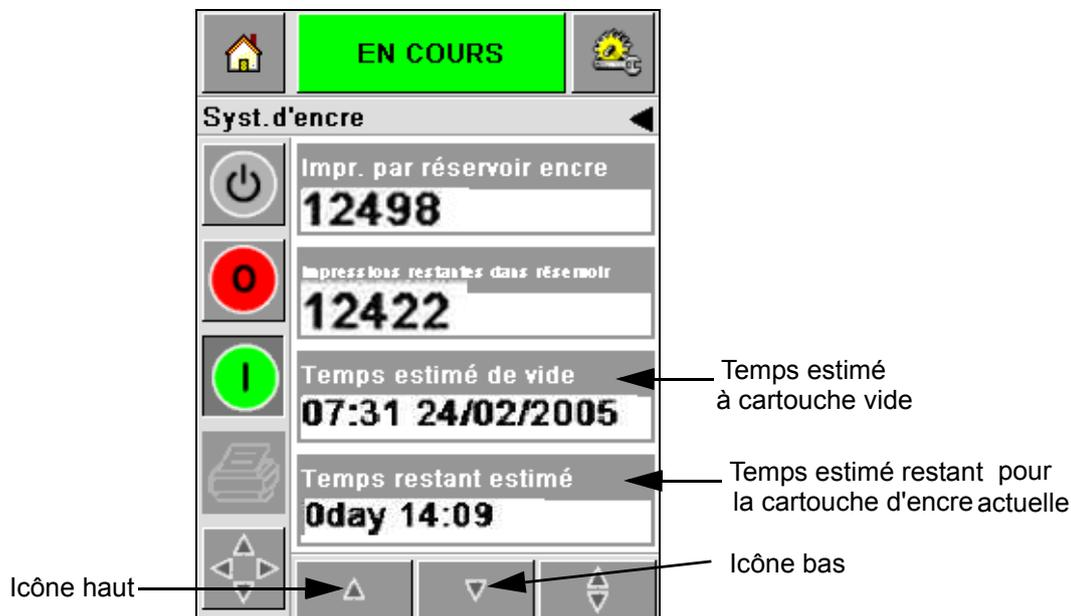

Figure 4-16 : Affichage temps estimé
- 3 Utilisez les boutons fléchés *Haut* et *Bas* pour voir le *temps estimé à vide* et le *temps estimé restant* pour la cartouche d'encre actuelle (Figure 4-16).